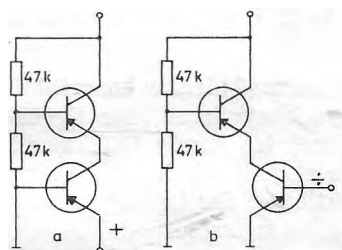

Fig. 2.
En afbryder (S) dur naturligvis ikke til at starte en ESB-sender med, ej heller en CW-do., hvor man vil have fuldt BK. Fig. 2 viser derfor, hvordan denne styring kan ske fra
VOX-kredsløbet eller rent elektronisk fra elbucgen. Der skal her bruges PNP-transistorer, og da en type med tilstrækkelig høj kollektorspænding ikke er umiddelbart tilgængelig, må man koble to i serie, så de kan dele spændingen imellem sig, Fig. 2 a bruges, hvis styrespændingen er positiv, fig. 2 b hvis den er negativtgående. Anbringes disse transistorer i PA-trinet, hvor der kan blive temmelig lunt, bør der bruges siliciumtyper, f. eks. Philips BCY32 (64 V).